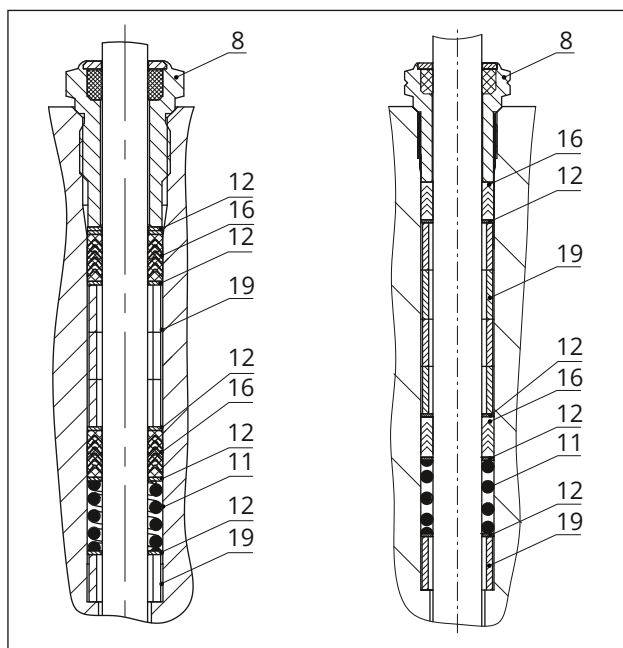

Fig. 25: Pacco premistoppa standard: DN 15...40/NPS 1/2...1 1/2 (sinistra) e DN 50...100/NPS 2...4 (destra)
12. Con un attrezzo idoneo infilare con cautela i componenti del premistoppa attraverso l'asta dell'otturatore nello spazio del premistoppa. Per il posizionamento corretto, vedere Fig. 25.
13. Premere l'otturatore (5) stretto nel seggio (4). Fissare la flangia (2) con i dadi dell'alloggiamento (14). Serrare gradualmente a croce i dadi dell'alloggiamento. Rispettare le coppie di serraggio.
14. Avvitare e stringere la boccola filettata (8). Rispettare le coppie di serraggio.
15. Posizionare il castello (3) sulla flangia (2) e serrare con il dado a corona (92).
16. Avvitare il controdado (10) e il dado del raccordo (9) sull'asta dell'otturatore senza serrare.